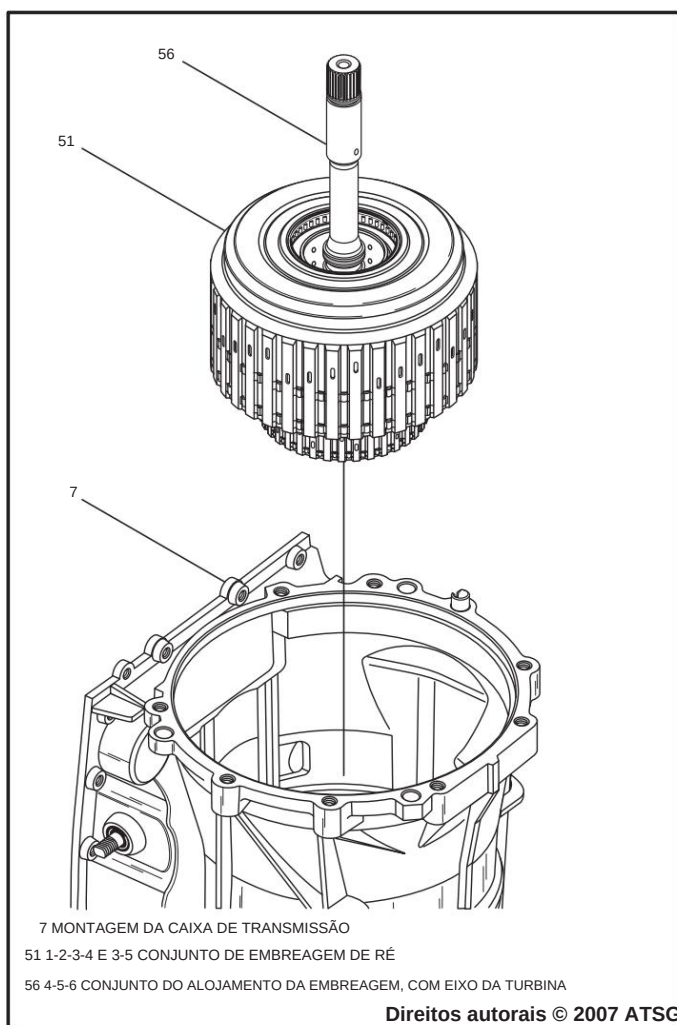

Figura 45
7. Remova a carcaça da embreagem 4-5-6 e o tambor da embreagem de ré 3-5 como um conjunto completo, levantando-o usando o eixo da turbina, conforme mostrado na Figura 45.